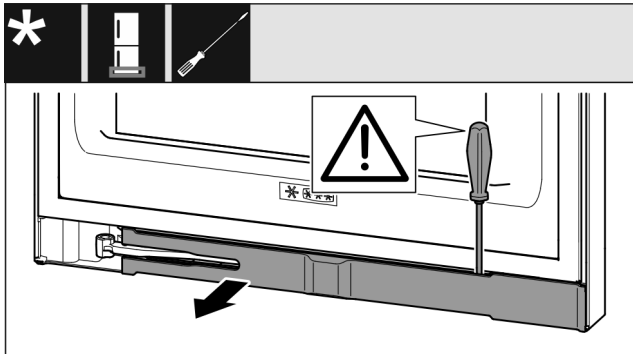

Fig. 13
- ▶ Lossa panelen med hjälp av en spårskruvmejsel och vrid den åt sidan Fig. 13 ().